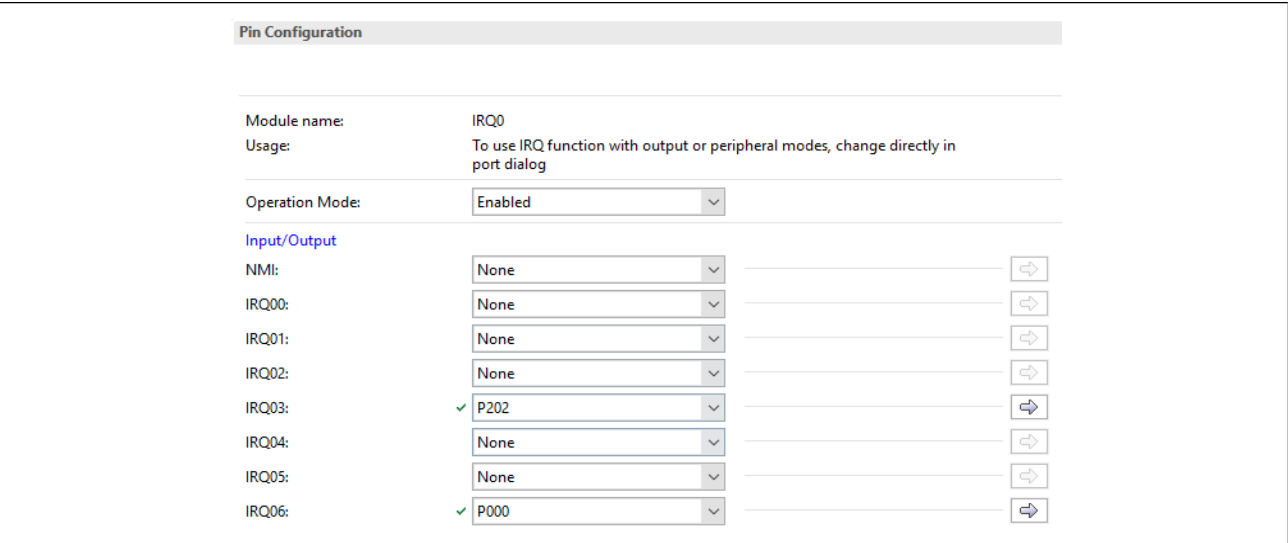
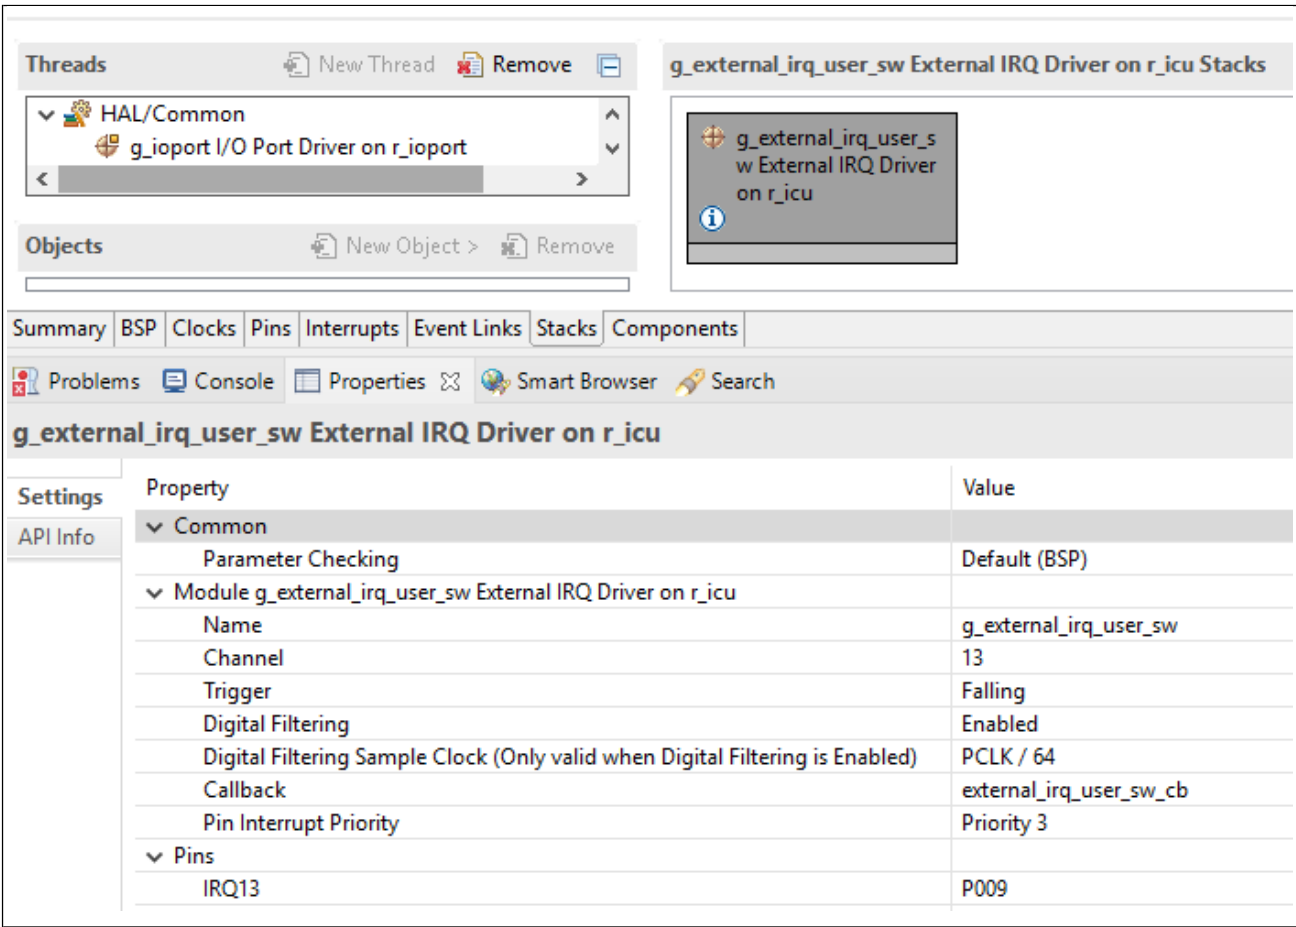

图 26. 使用 Renesas FSP 中的引脚配置器分别使能 P202、P000 即 IRQ03、IRQ06 输入
图 27. 使用 Renesas FSP 配置器配置 IRQ13
- 图 26 和图 27 给出了使用 Renesas FSP 使能和配置 IRQ 引脚的示例。